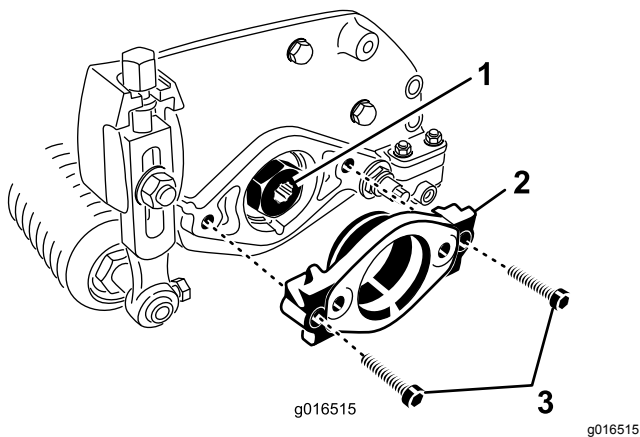

Figure 8
2. Retirez les 2 vis Allen qui fixent le support du moteur au côté gauche du plateau de coupe. Déposez le support du moteur (Figure 8).
3. Appliquez de la graisse à l'intérieur de la cannelure d'entraînement (Figure 8).
4. Sur le côté gauche du plateau de coupe, enduisez le joint torique d'une fine couche d'huile et posez le support du moteur avec les 2 vis Allen retirées précédemment (Figure 8). Serrez les boulons à un couple de 16 à 20 N·m (12 à 15 ft-lb).